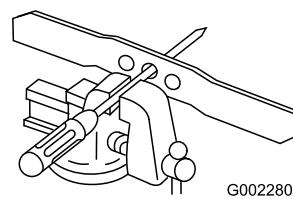

Figura 31
1. Verifique o equilíbrio da lâmina colocando o orifício central sobre um prego ou a haste de uma chave de fendas, presos na horizontal num torno (Figura 31).